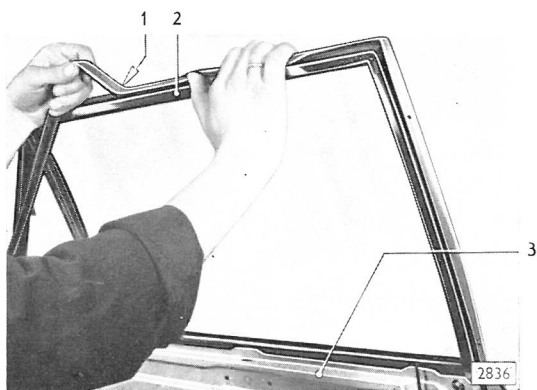

Bild 70 - Türdichtung vom Fensterrahmen abnehmen
3. Türdichtung vorsichtig vom Fensterrahmen abziehen (Bild 70), wenn nötig zum Anlö-